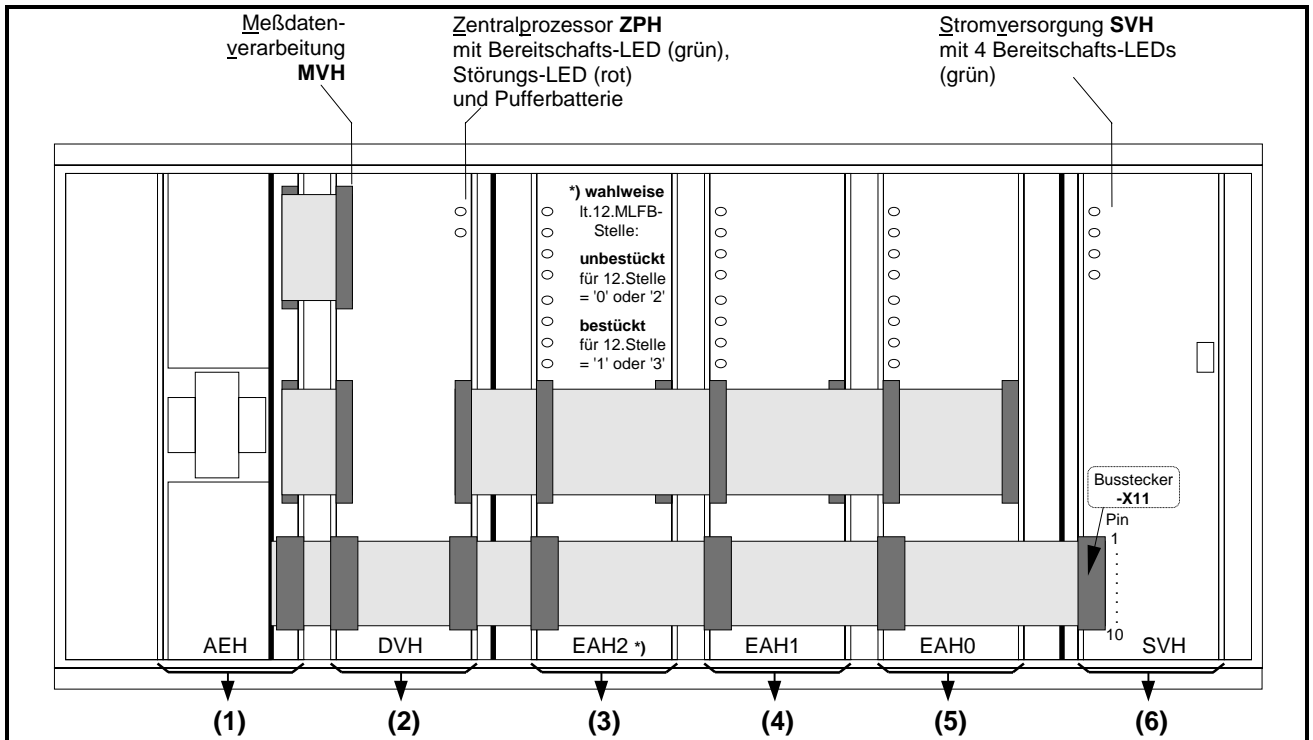

Bild 1: Frontansicht 7SA513 nach öffnen der Fronttür (stark vereinfacht), Baugruppe (2) ----> DVH (Digitale Verarbeitung Höchstspannung)
- EAH-Ausbau (binäre Ein/Ausgabe-Baugruppen, Pos. (3),(4) u. (5) in Bild 1): Werkseitig wird gemäß bestellter Gerätevariante die dazu entsprechende Geräte-MLFB eingespielt; diese softwaremäßig implementierte MLFB erscheint im Display. Die 12.MLFB-Stelle besagt dabei den EAH-Ausbau (z.B. 2 EAH- bzw. 3 EAH-Baugruppen). Bis Version V2.12 wurde die tatsächliche hardwaremäßig vorliegende EAH-Anzahl nicht von der Software überprüft. Mit den Versionen V2.2*/V3.** wird die Anzahl der gesteckten EAH-Baugruppen mit der, in der implementierten MLFB hinterlegten, verglichen. Bei Abweichung erfolgt Monitor-Einstieg (Gerätestörung).
Abhilfe: EAH-Anzahl (d.h. ohne/mit Baugruppe EAH2 in Pos. (3) lt. Bild 1) nur gemäß softwareseitig implementierter MLFB-Nummer. Dazu vor Firmware-Hochrüstung die MLFB-Nummer im Display (Adresse 0 bzw. 0000) notieren und Gerät auf tatsächliche EAH-Konfiguration überprüfen ggf. anpassen.
25.2 Busstecker **-X11** von der Stromversorgungsbaugruppe **SVH** abziehen (s. Bild 1).
25.3 An **Pin 2** (positiver Pol '+5V') und **Pin 5** (negativer Pol 'M5V') der nun freiliegenden X11-Stiftleiste der SVH-Baugruppe ein Digital-**Voltmeter** anschließen (Pin-Anordnung s. Bild 1).